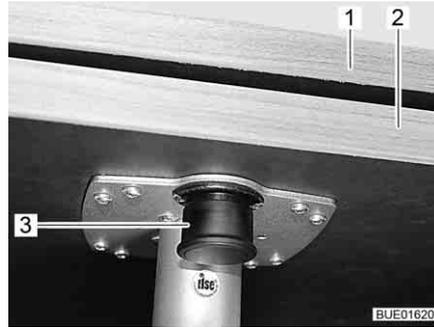

Fig. 102 Prolongación de mesa giratoria hacia fuera
- Tirar el botón (Fig. 102,3) del bloqueo hacia abajo y girar la prolongación de la mesa (Fig. 102,2) hacia fuera.
- Girar la prolongación de mesa (Fig. 102,2) debajo del tablero de la mesa (Fig. 102,1) hasta que se oiga engatillar el bloqueo.